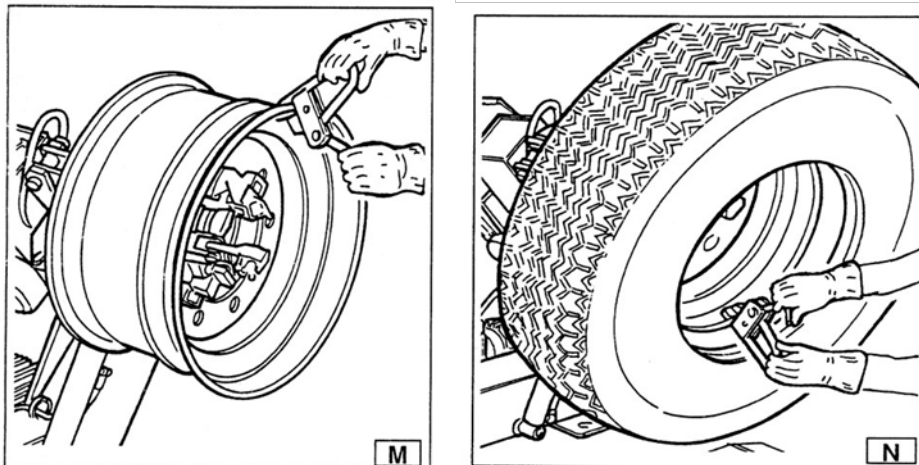

Bild 14
3) Sätt klinchpress för lastbilsdäck på däckets fälgens yttre sida på den högsta punkten (Bild 14/M).
8) Lös klinchpressen och sätt den till klockan sex utanför klinchen (Bild 14/N).